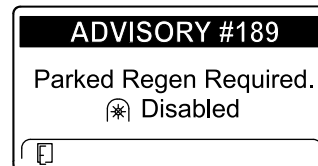

Figure 57
- Si vous n'exécutez pas de régénération en stationnement dans un délai de 2 heures, l'InfoCenter affiche ADVISORY #189 (avis n° 189) pour demander une régénération en stationnement – prise de force désactivée (Figure 57).